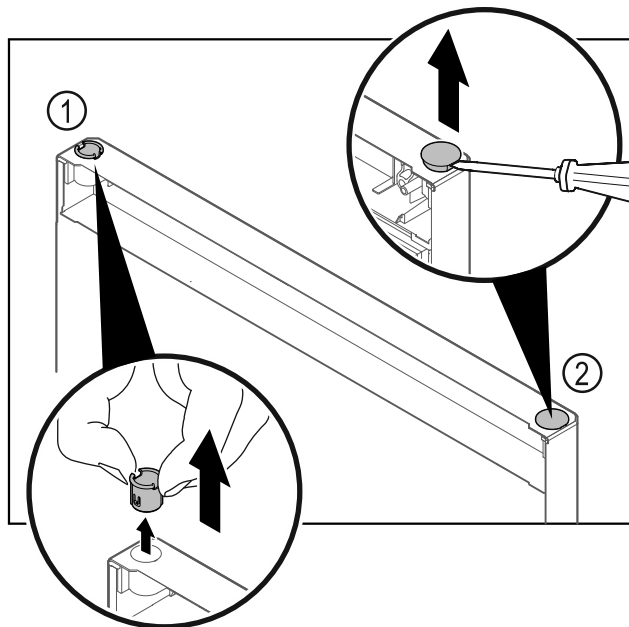

Fig. 30
- Estrarre la boccola cerniera Fig. 30 (1) con le dita.
- Con un cacciavite a testa a intaglio sollevare con cautela il tappo Fig. 30 (2) ed estrarlo.